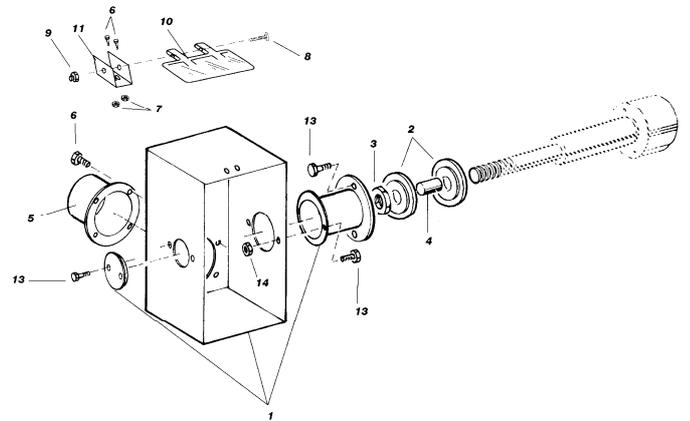

Figure 3
3. Dévisser l'écrou de brosse (3 fig.3) en utilisant une clé plate.
4. Démontez le flasque extérieur de brosse (2 fig.3).
7. Remontez le flasque extérieur de brosse (2 fig.3).